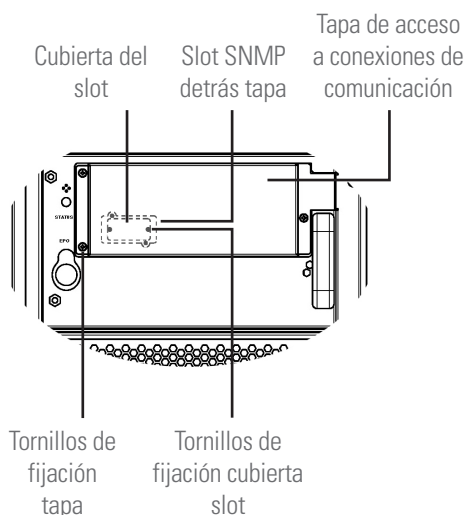

Fig. 64. Slot para SNMP en sub-rack de 2 y 4 slots para módulos de potencia.
- En los sub-racks de 2 y 4 slots de potencia, está localizado detrás de la tapa que da acceso a las conexiones de comunicación, situada al lado del panel de supervisión con pantalla táctil, ver Fig. 64.